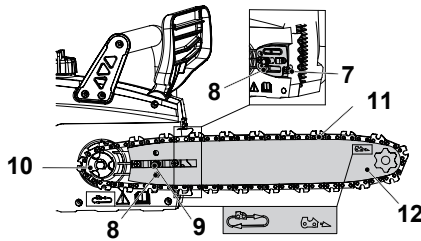

Fig. 3
4. Alinhar a montagem da corrente da serra (11) e da barra-guia (12) com a roda dentada (10) e o parafuso de montagem (9). Colocar a corrente da serra (11) à volta da roda dentada (10) e depois baixar a barra-guia (12) para a instalar no parafuso de montagem (9) (Fig. 3).
5. Certifique-se que o pino de tensão (8) é inserido no orifício inferior da barra-guia (12). Aparafusar o parafuso de tensão (7) para ajustar o pino de tensão (8) ao fundo da fenda com uma chave de fendas adequada.